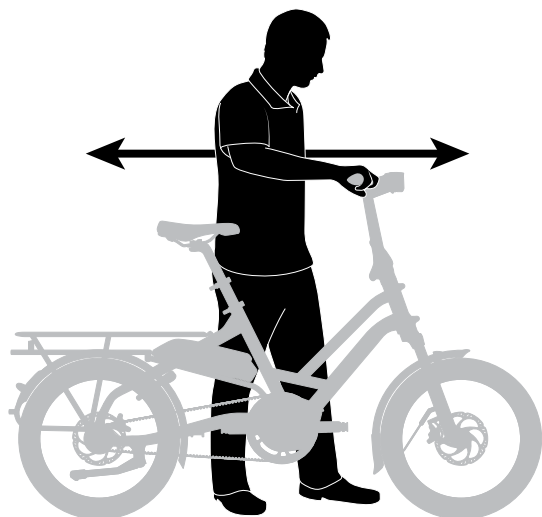

Abb. 14
- Betätigen Sie die Vorderradbremse und bewegen Sie das Fahrrad vor und zurück (Abb. 14). Fühlt es sich solide an? Wenn Sie bei jeder Vorwärts- oder Rückwärtsbewegung des Fahrrads ein Klacken fühlen, haben Sie wahrscheinlich ein loses Lenkkopflager. Lassen Sie ihn von Ihrem Händler überprüfen.